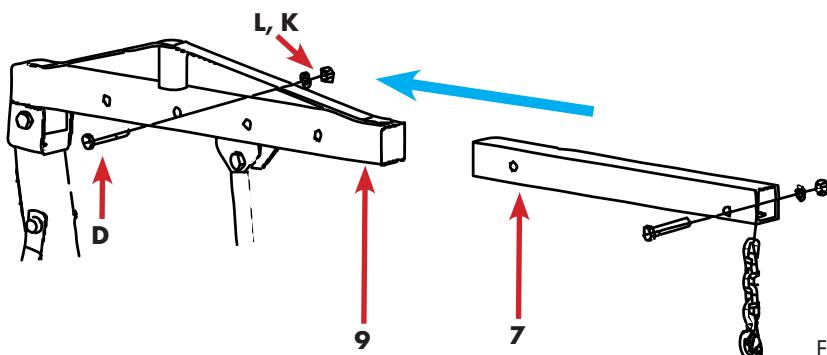

Fig.15
- Faire glisser la flèche dans le bras de support de manière à ce que l'orifice de la flèche corresponde à l'un des quatre trous de la flèche. Pour la fixer à la charge souhaitée. ehe Abb.15.
Légende figure 15 (voir aussi page 15, figure 2 et tableau 1)